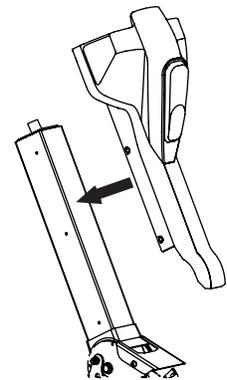
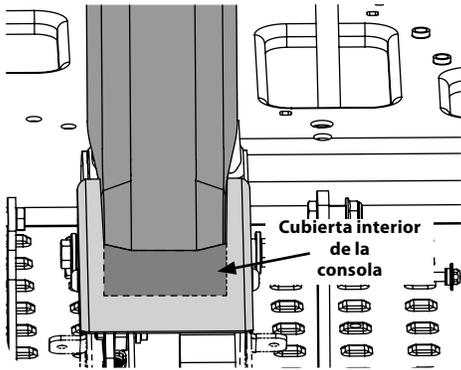

Figura 2-4
Figura 2-5
8. Deslice la consola hacia el interior de la columna de dirección con el mazo de cables metido detrás de la consola. Asegúrese de que la porción inferior de la consola esté dentro de la cubierta inferior de la columna. Consulte la Figura 2-4 y la Figura 2-5.